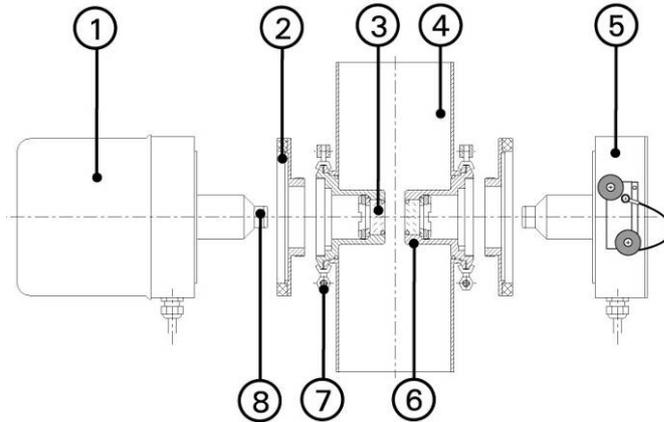

Figure 8: vue en coupe du ColorPlus 2
Pour le montage dans un boîtier en ligne, le ColorPlus 2 est livré avec un réducteur d'épaisseur optique de chaque côté (Figure 8, réf. 6). Les réducteurs d'épaisseur optique (OPL-Bits) avec fenêtre de cellule de mesure (Figure 8, réf. 3), la protection anti-inondation correspondante respective (Figure 8, réf. 8) et l'adaptateur annulaire (Figure 8, réf. 2) sont déjà montés en usine en fonction des besoins du client.
1.	<p>Introduire l'émetteur complet, respectivement le récepteur, dans le logement du boîtier en ligne.</p> <p>i La gorge (X) sur l'émetteur et sur le récepteur doit être dirigée vers l'avant lors du montage.</p>
2.	<p>Positionner l'émetteur, respectivement le récepteur, avec le collier articulé (Figure 8, réf. 7) librement dans le boîtier en ligne, puis le serrer avec l'écrou (A).</p>